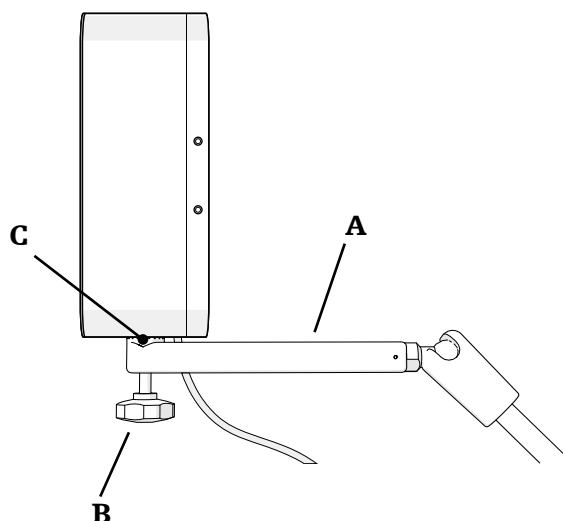

Figura 1 – Posizionamento del generatore di campo sul braccio di montaggio del generatore di campo (vista laterale)
2. Posizionare il braccio di montaggio del generatore di campo con i denti (Figura 1, C) rivolti verso l'alto e la parte superiore del braccio articolato del braccio di montaggio del generatore di campo (Figura 1, A) parallela al tavolo operatorio.
3. Posizionare il generatore di campo a filo sui denti del braccio di montaggio del generatore di campo (Figura 1, C).
4. Fissare il generatore di campo da sopra con una mano, inserire la vite con impugnatura a stella (Figura 1, B) direttamente nella filettatura del generatore di campo e fissare la vite con impugnatura a stella con l'altra mano dal basso.
1. Posizionare il braccio di montaggio del generatore di campo in modo che la parte superiore del braccio articolato sia parallela al tavolo operatorio, e la vite con impugnatura a stella del braccio di montaggio del generatore di campo sia rivolta verso il basso. Vedere Figura 1.